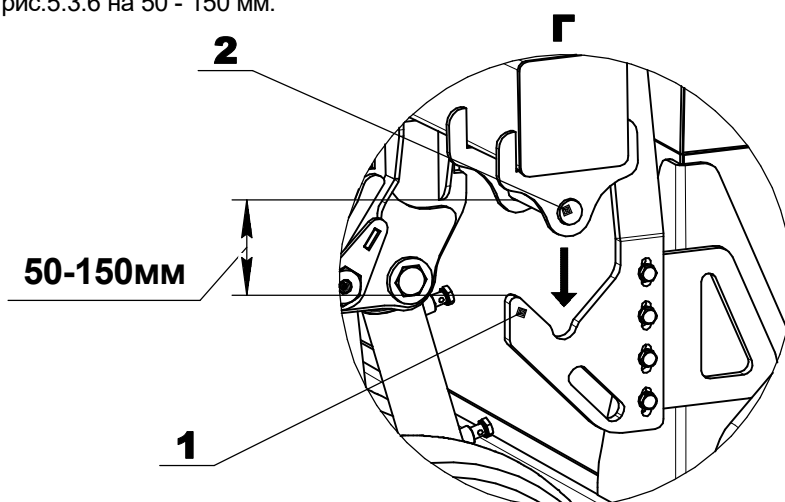

Рис.5.3.6 Г - Перевод агрегата в транспортное положение.
4. Отведите центральную раму немного назад, чтобы опора крыла была выше крюка ловителя поз.1 рис.5.3.6 на 50 - 150 мм.
5. Сведите крылья к бункеру, чтобы опоры оказались над ловителем рис.5.3.6 вид Г.